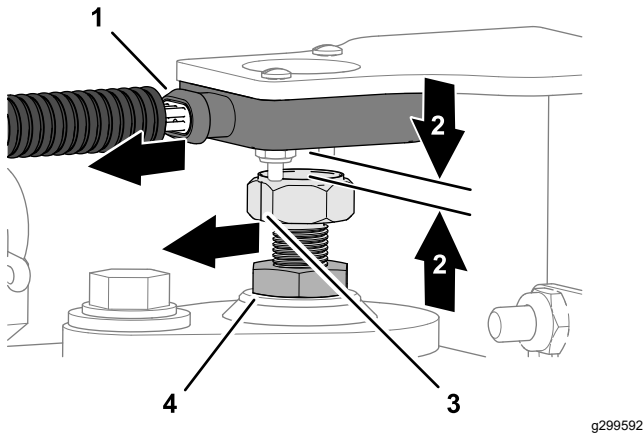

Figura 19
1. Ajuste la posición del objetivo magnético hasta que haya una distancia de 4 mm (0.16") entre el objetivo y la cara del sensor (Figura 19).
2. Gire el objetivo magnético hasta que la línea indicadora marcada en la parte plana del objetivo magnético quede alineada con el orificio de cableado del sensor (Figura 19).
3. Apriete la contratuerca (Figura 19).
4. Mida la distancia entre el objetivo y la cara del sensor (Figura 19). La distancia debe ser de 2 mm–7 mm (0.08"–0.27")